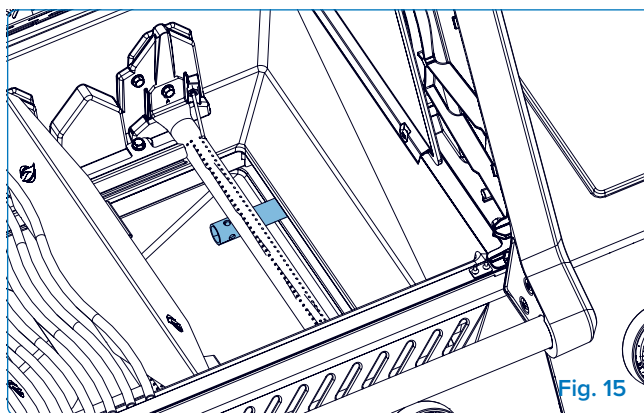

Fig. 15
5. **Il tubo di uscita dell'affumicatore** – può essere svitato per la pulizia—inserire un cacciavite nei fori della punta per una maggiore leva (Fig. 15&16).